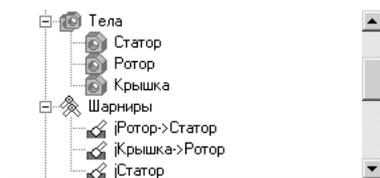

Рис. 2.86. Раскрытые пункты **Тела** и **Шарниры** в **Дерево элементов** после конвертации сборки **Мотор**
- щелкните в **Дереве элементов** по знакам плюс **+** перед пунктом **Тела** и **Шарниры**. Раскроются указанные пункты, и появятся тела и шарниры сборки **Мотор**, см. рис. 2.86.